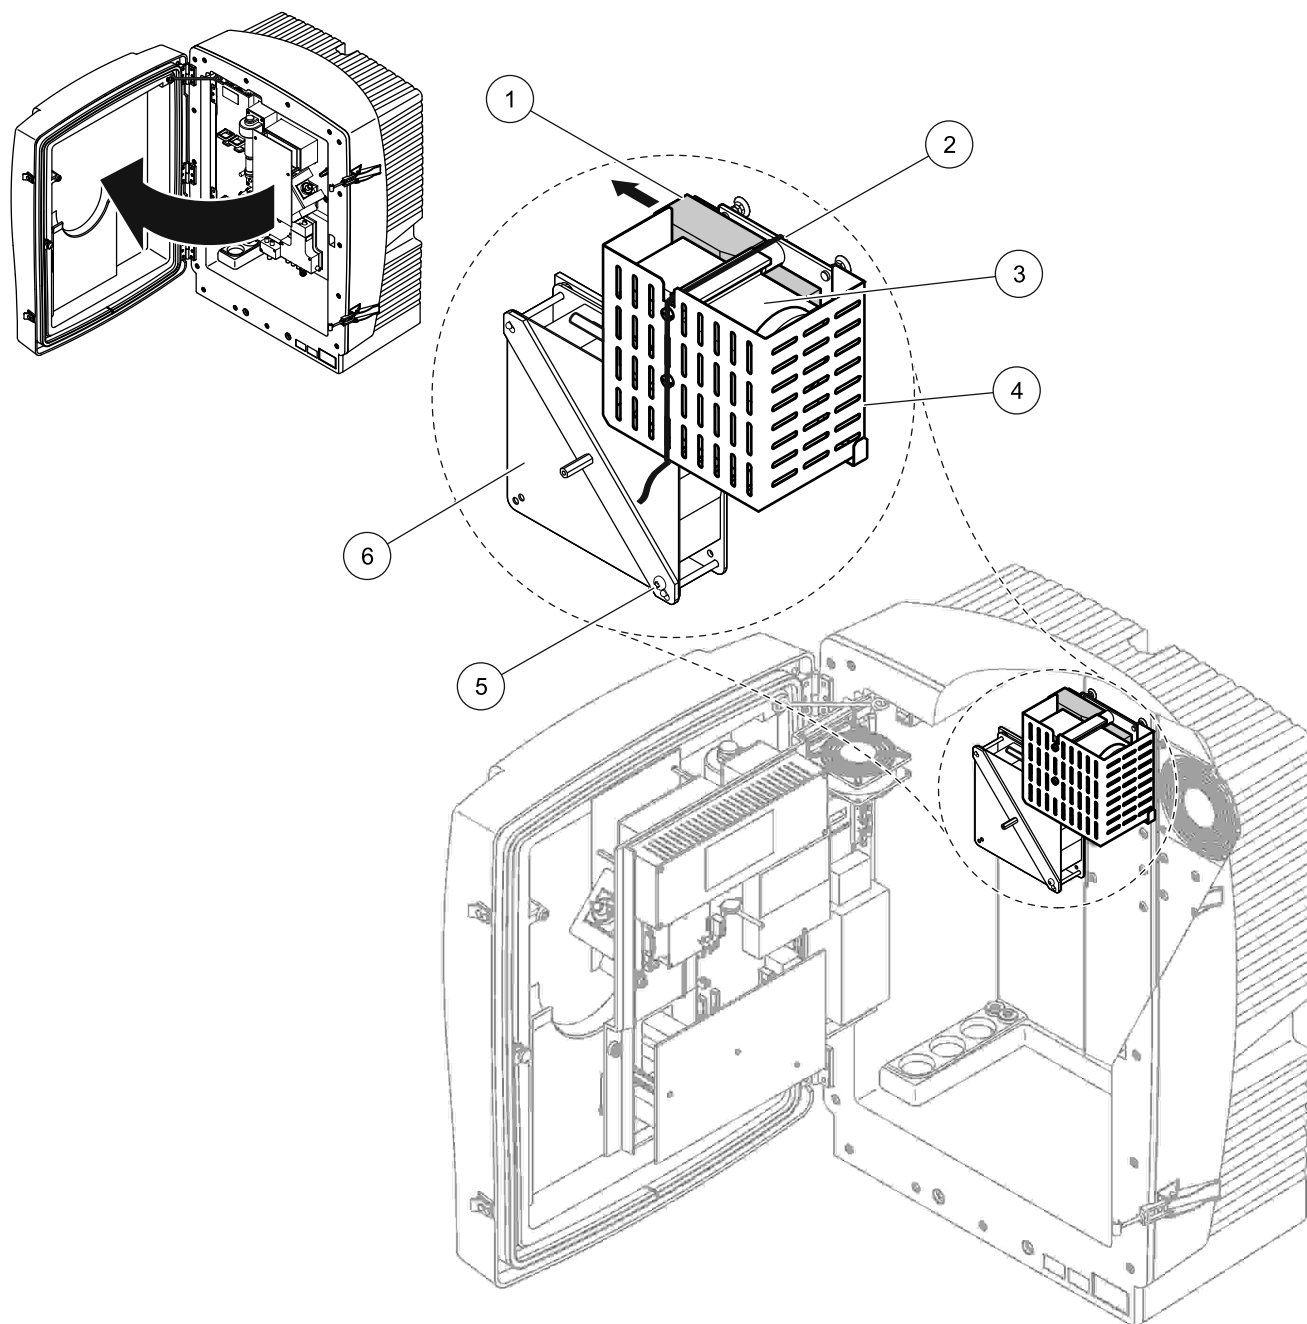

Figura 10 Remoção do bloqueio de transporte do compressor¹
3. Retire a ligação do cabo e puxe o bloqueio de transporte do compressor para a esquerda (Figura 10).